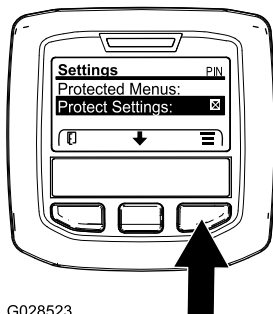

Figura 43
1. Accedete al menu protetto e sbloccate il sottomenu delle impostazioni protette (Figura 43); fate riferimento a Accesso ai menu protetti (pagina 25).